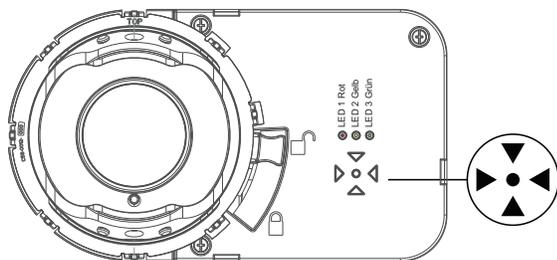
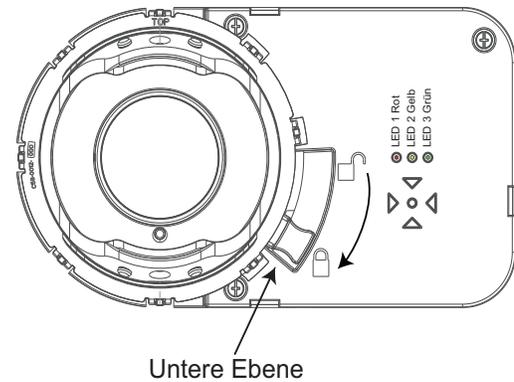

Abbildung 3-17: Pfeilsatz
Abbildung 3-19: Verriegelung und Sicherung der Optikkugel
*Bezogen auf die Abbildung 3-17 und Abbildung 3-19 für LED 1, 2 und 3.